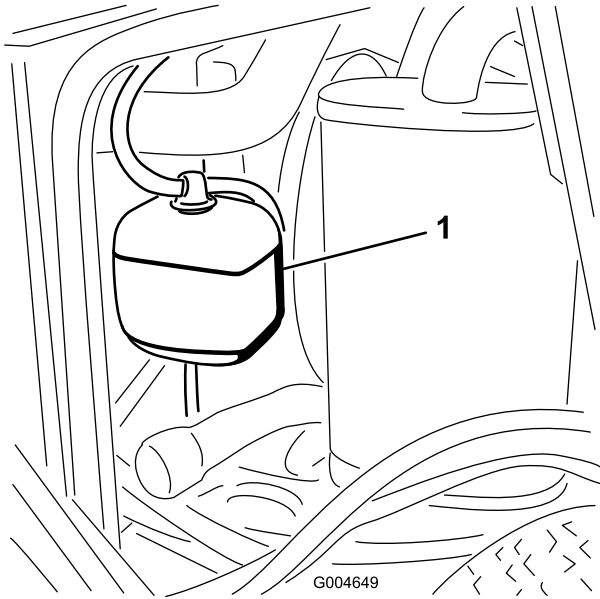

Figure 54
1. Vérifiez le niveau du liquide de refroidissement dans le vase d'expansion (Figure 54). Il doit se situer entre les repères qui figurent sur le côté du réservoir.